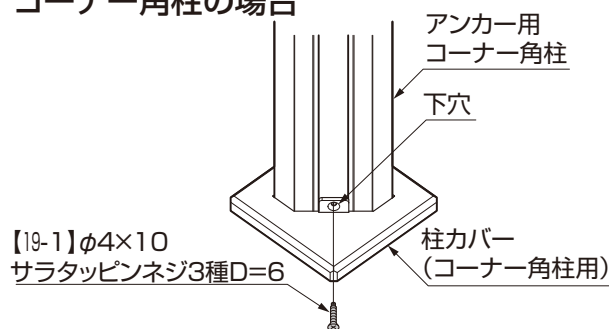

図10-2
- ①傾斜角度に柱カバーをあわせて柱化粧材にφ 3.5の下穴をあけ、【19-1】で取付けてください。(図10-2 参照)